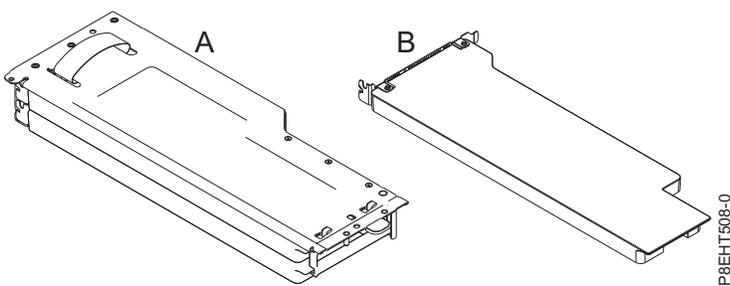

Figura 43. Riser e preenchedor PCIe
3. Se o adaptador PCIe não preencher o riser, insira um preenchedor no riser. O Figura 43 mostra o preenchedor **(B)**.